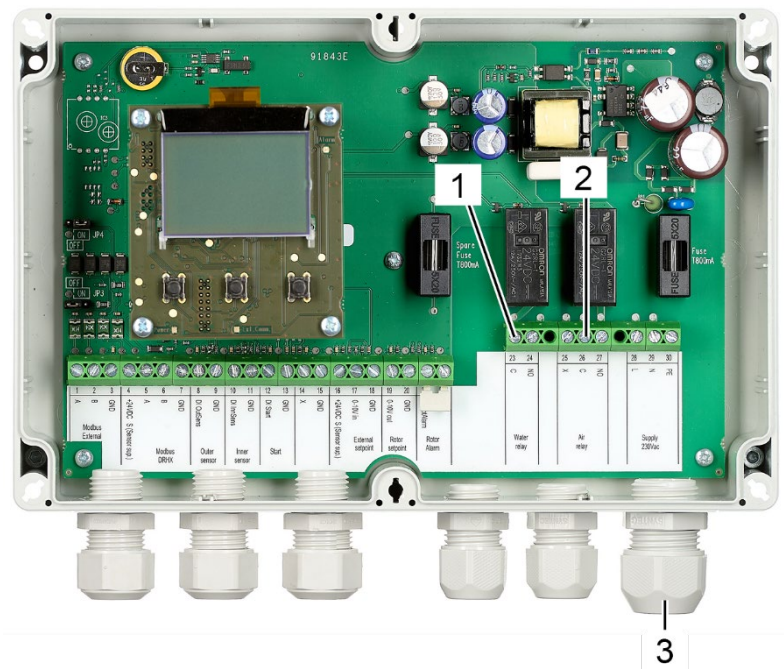

Figura 89: Terminales para el relé y la alimentación de las válvulas
24. Pase un cable de red de 230 V a través del prensaestopas (Figura 89/3).
26. Conecte los terminales 23 (Figura 89/1) y 26 (Figura 89/2) de la unidad de control del dispositivo de limpieza del rotor a la regleta de conexión donde está conectada la línea L del cable de alimentación de 230 V.